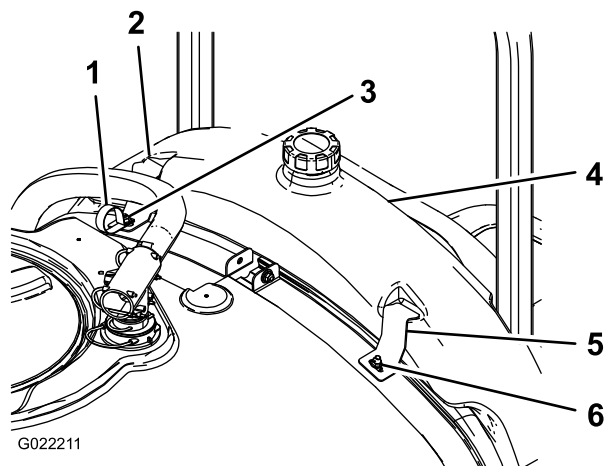

图 2
2. 如 图 2 所示安装冲洗水箱。
3. 使用 2 个大垫圈和凸缘螺母将冲洗水箱支架和 R 形夹安装到之前安装的托架螺栓上 图 2。